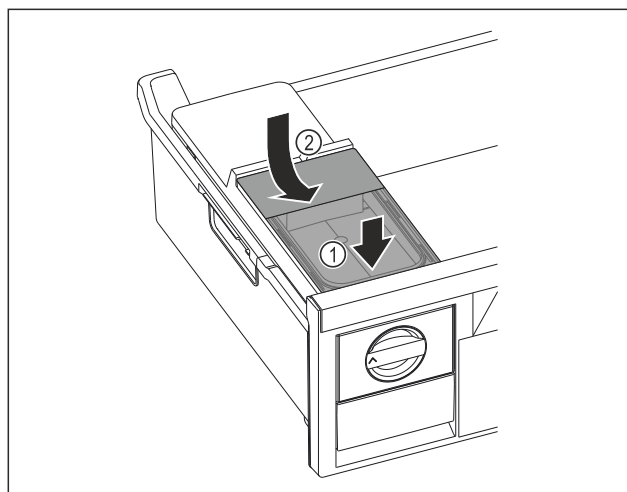

Fig. 122
- ▶ Sett fast fronten på vannbeholderen. Fig. 122 (1)
- ▶ Senk vannbeholderens bakdel. Fig. 122 (2)